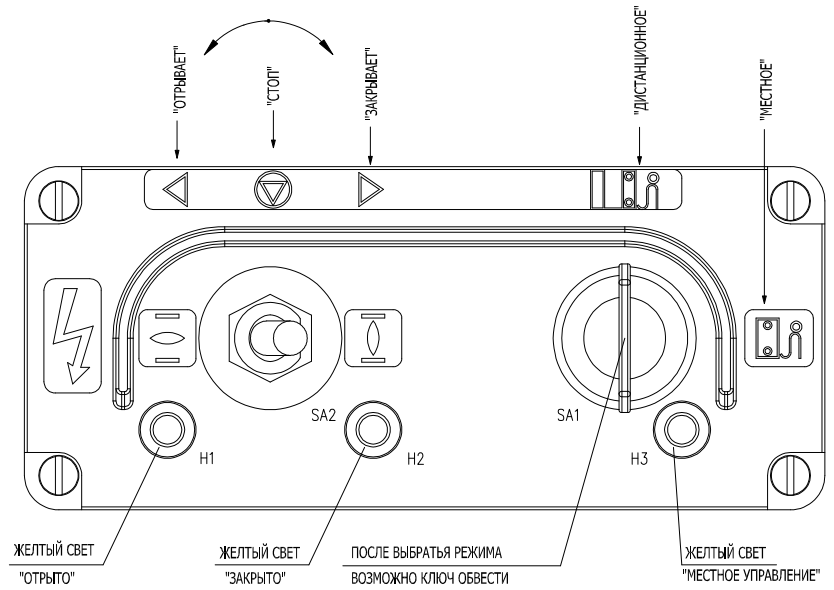

Рис.14
**4.9 Местное электрическое управление (рис.14):**